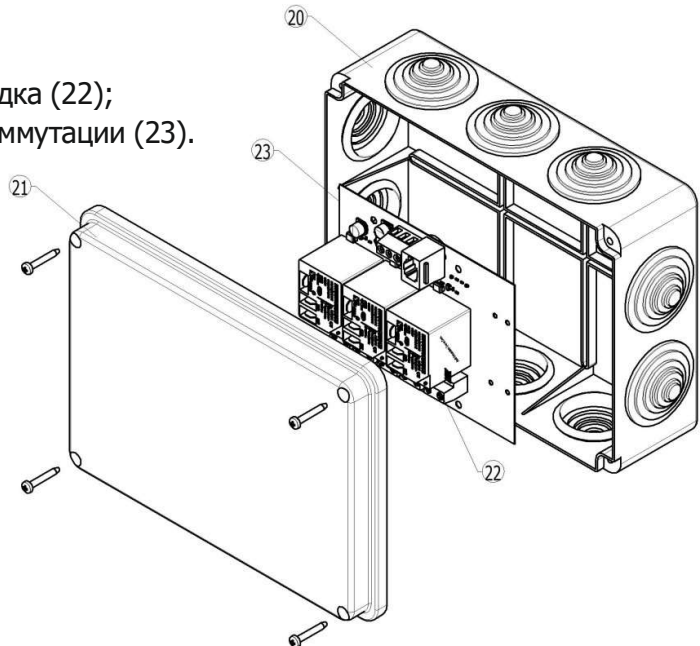

Рис. 4 Блок коммутации
**Блок коммутации (рис.4) состоит из:**
- корпус (20);
- крышка (21);
- клеммная колодка (22);
- плата блока коммутации (23).